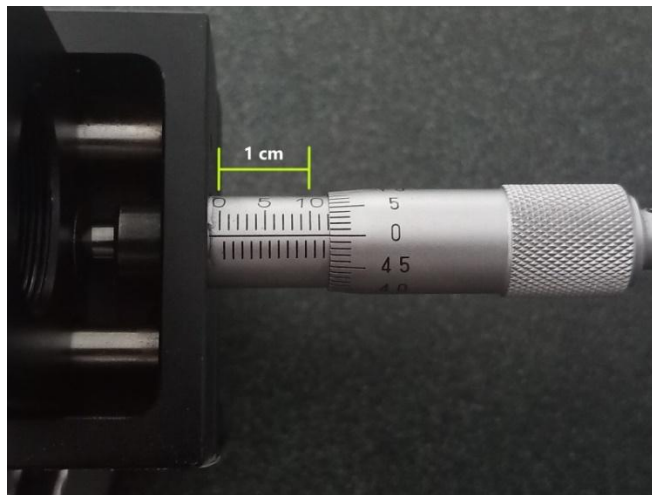

Figura 6. Tornillo micrométrico (El tambor cuenta con 50 pasos cada paso equivale a 0.02 mm).
1. Ya que se obtenga un patrón de difracción definido, con ayuda de una regla medir la distancia que hay entre la lente del objetivo de microscopio y la placa de pinhole en milímetros, use de referencia la escala marcada en el tambor del tornillo micrométrico (extremo derecho del objetivo de microscopio), ver figura 6.